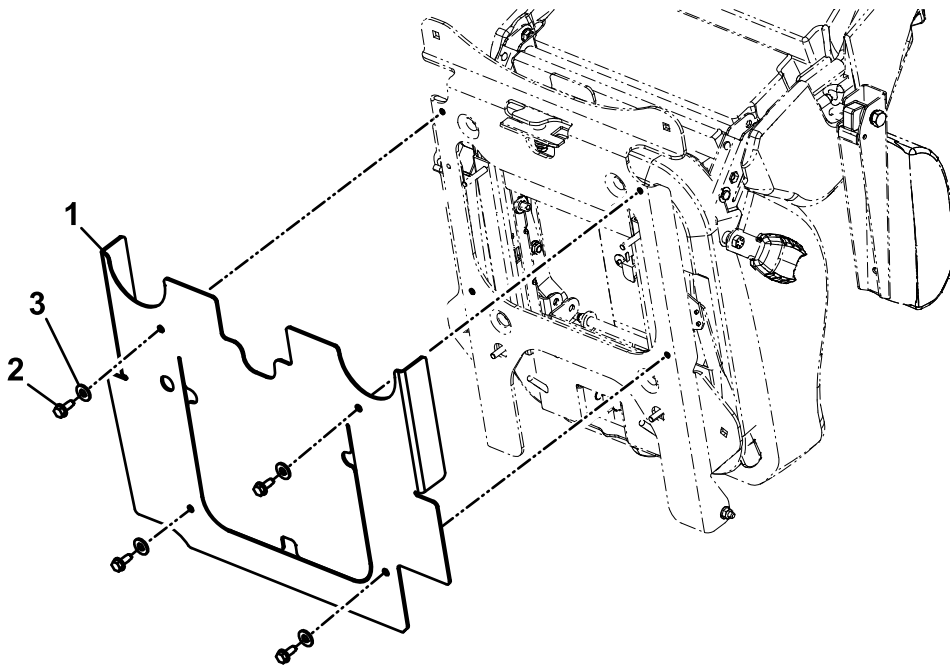

Рисунок 4
8. Закріпіть тепловідбивний щит на опорі сидіння за допомогою 4 самонарізних формувальних гвинтів (5/16 x 3/4 дюйми) й 4 плоских шайб (5/16 дюйми), як показано на Рисунок 4.